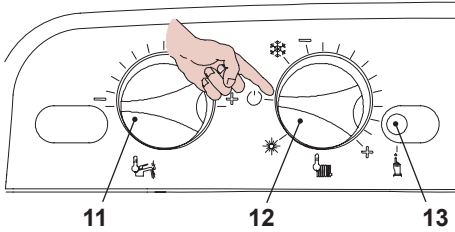

Рисунок 5.89
- Чтобы выйти из режима программирования, установите переключатель функций / регулятор температуры **12**, как показано на рисунке, см. Рисунок 5.89.